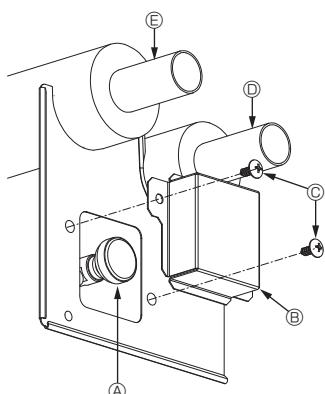

Fig. 6-1
6.2.2. Продувочный воздушный клапан внутреннего прибора (Fig. 6-1)